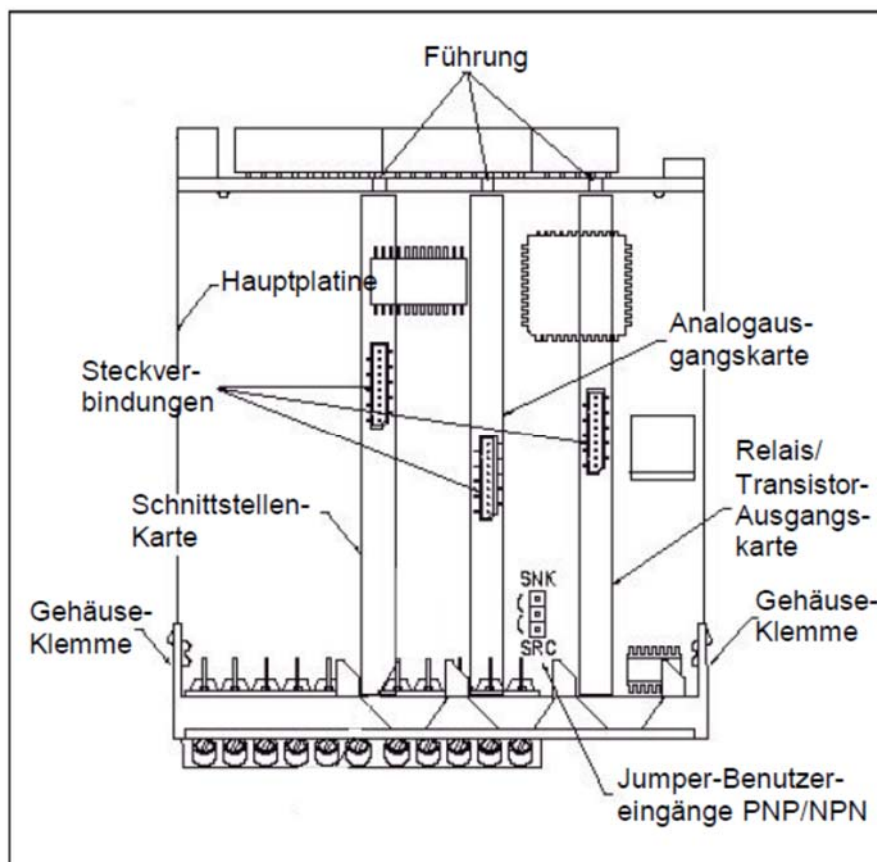

Bild 16.1: Ausgangskarten
Die Ausgangskarten haben feste Einbaupositionen. Die Steckverbinder der Karten sind so konstruiert, dass jede Karte nur auf eine bestimmte Position passt. Die Einbauposition der Karten sind aus Bild 16.1 ersichtlich.
2. Stecken Sie die Ausgangskarte auf den entsprechenden Steckplatz (siehe Bild 16.1)